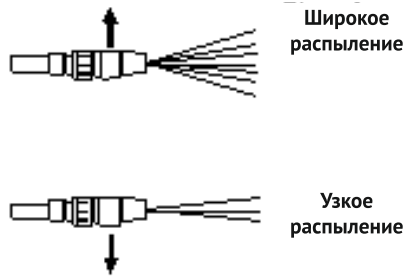

Рис. 6
10.5 В комплект поставки мойки входит насадка с регулируемым соплом, которая позволяет изменять ширину распыления. Чтобы отрегулировать ширину распыления, поверните муфту сопла, как показано на Рис.6